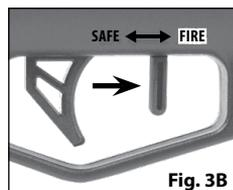

Fig. 3B
2. A alavanca da trava de segurança encontra-se na posição "DISPARAR" (FIRE) e DESTRAVADA ("OFF SAFE") quando estiver na posição dianteira, "DISPARAR" (FIRE), e não puder ser deslocada mais para a frente (Fig. 3B).